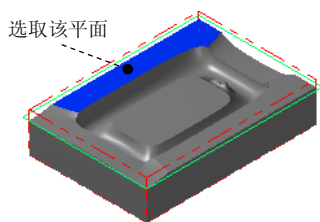
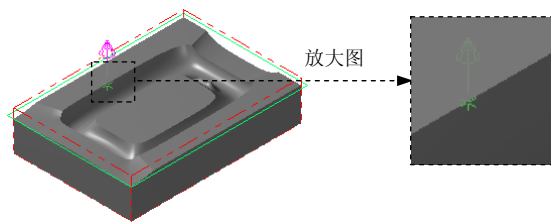

图 23.26 定义附着面
图 23.27 定义边界位置
(1) 选择命令。选择下拉菜单 **C 绘图** → **V 曲面曲线** → **0 单一边界** 命令。
(2) 定义边界的附着面和边界位置。选取图 23.26 所示的曲面为边界的附着面，此时在所选取的曲面上出现图 23.27 所示的箭头。移动鼠标，将箭头移动到图 23.27 所示的位置单击鼠标左键，此时系统自动生成创建的边界预览。